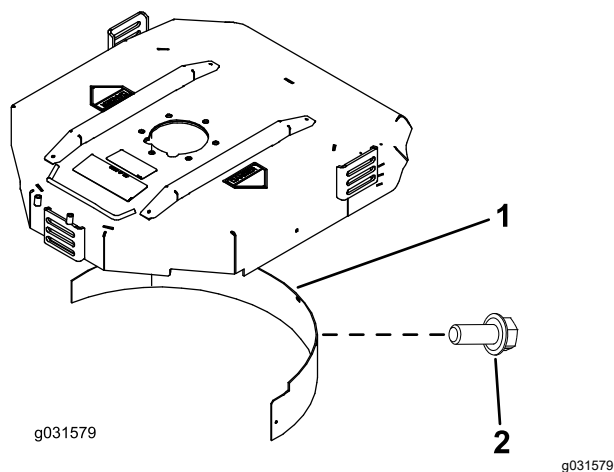

图 21
2. 将碎草隔板装入后开口内并使用 5 个凸缘头螺栓进行固定图 21。